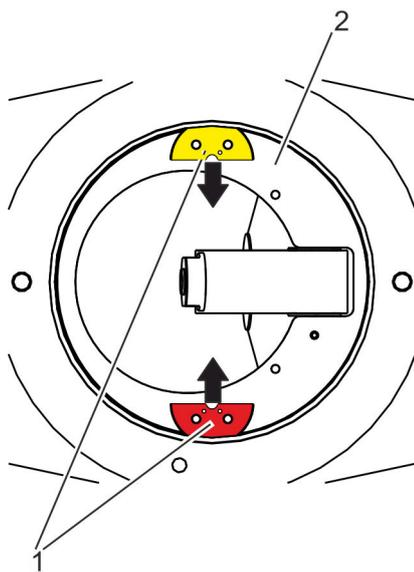

Abb. 17: Haltescheiben entfernen
3. ➤ Haltescheiben (Abb. 17/1) nach innen schieben und aus dem Gehäuse entfernen.
⇒ Der Haltering (Abb. 17/2) ist nicht mehr im Gehäuse verspannt.